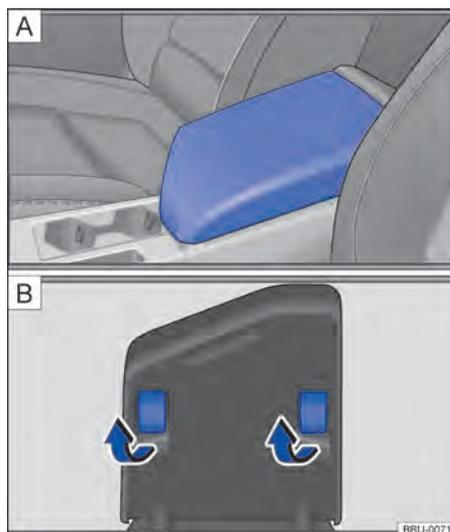

Fig. 82 Descansa-braço central dianteiro.
- Para **levantar** o descansa-braço central **A** → Fig. 82, puxar para cima e rebater os apoios de plástico no sentido da seta **B** → Fig. 82. Em seguida, abaixar o descansa-braço central.
- Para **abaixar** o descansa-braço central **A** → Fig. 82, puxar para cima e rebater os apoios de plástico no sentido contrário ao da seta **B** → Fig. 82. Em seguida, abaixar o descansa-braço central.